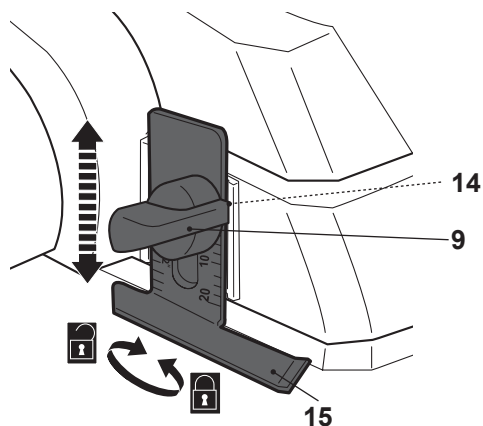

Fig. 4
- > Alinhe a ranhura do limitador de profundidade de desbaste (15) com o orifício de montagem (14) e fixe-o com um parafuso de orelhas (9) (Fig. 4).
- > Ajuste o limitador de profundidade de desbaste (15) para a profundidade desejada utilizando a escala como guia.
- > Aperte o parafuso de orelhas (9).